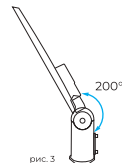

рис. 3
5.6.1.2 Настроить угол наклона светильника и затянуть крепежный винт (рис. 3).
5.6.2.3 Настроить угол наклона светильника (рис. 3) и затянуть крепежный винт.